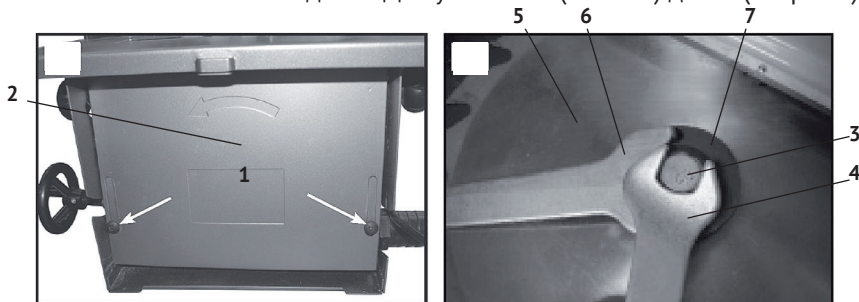

рис. 3
2.1.3 Установка пильного диска. Для установки (замены) диска (см. рис.3):
- открутив винты (рис.3 поз.1), снять боковую панель поворотного короба (рис.3 поз.2);
- зафиксировав ключом (рис.3 поз.6) вал якоря двигателя, открутить ключом (рис.3 поз.4) зажимную гайку (рис.3 поз.3);
- снять (при замене) с вала прижимной фланец (рис.3 поз.7) и пильный диск (рис.3 поз.5);